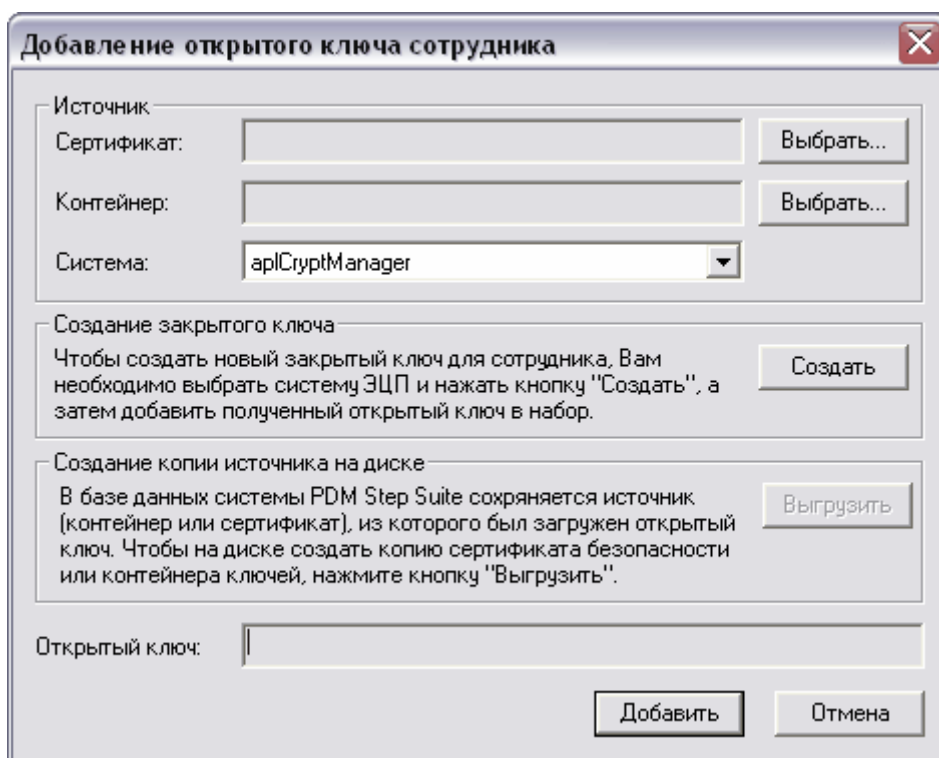

Рис. 117 Добавление открытого ключа сотрудника
2. В появившемся диалоговом окне выберите системы ЭЦП из списка поля **Система** (Рис. 117).
- Открытый ключ можно загрузить из уже существующего файла контейнера (файл, в котором хранится закрытый ключ сотрудника,) или из сертификата безопасности открытого ключа. Для этого нажмите на соответствующую кнопку **Выбрать...** и выберите требуемый файл контейнера или файл сертификата безопасности. Далее нажмите на кнопку **Добавить** (Рис. 117).